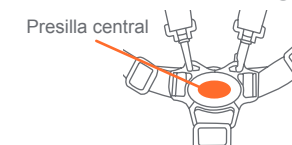

Fig. 16
- 16)** • Para soltarlas, presione el Botón en la presilla central para destrabar las dos Hebillas del Arnés (Fig. 16).